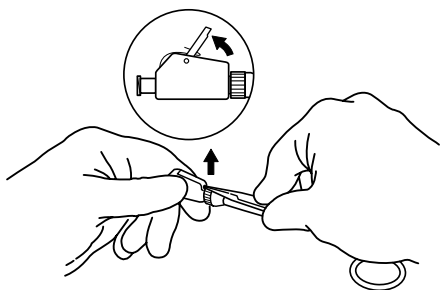

Fig. 4
- Haga palanca hacia arriba hasta liberar la palanca de la leva de retención. (**Fig. 4**)